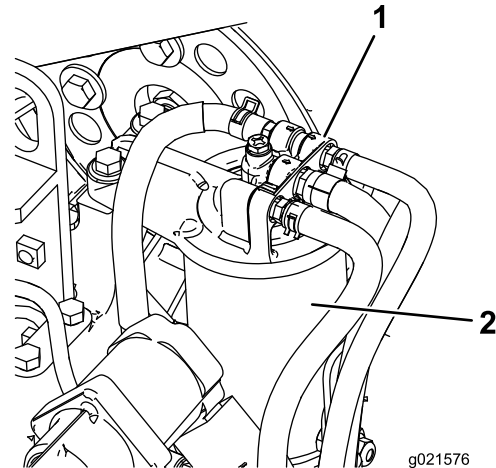

Figura 59
1. Pulite le superfici circostanti la testa del filtro del carburante (Figura 59).
2. Togliete il filtro e pulite la superficie di montaggio della testa del filtro (Figura 59).